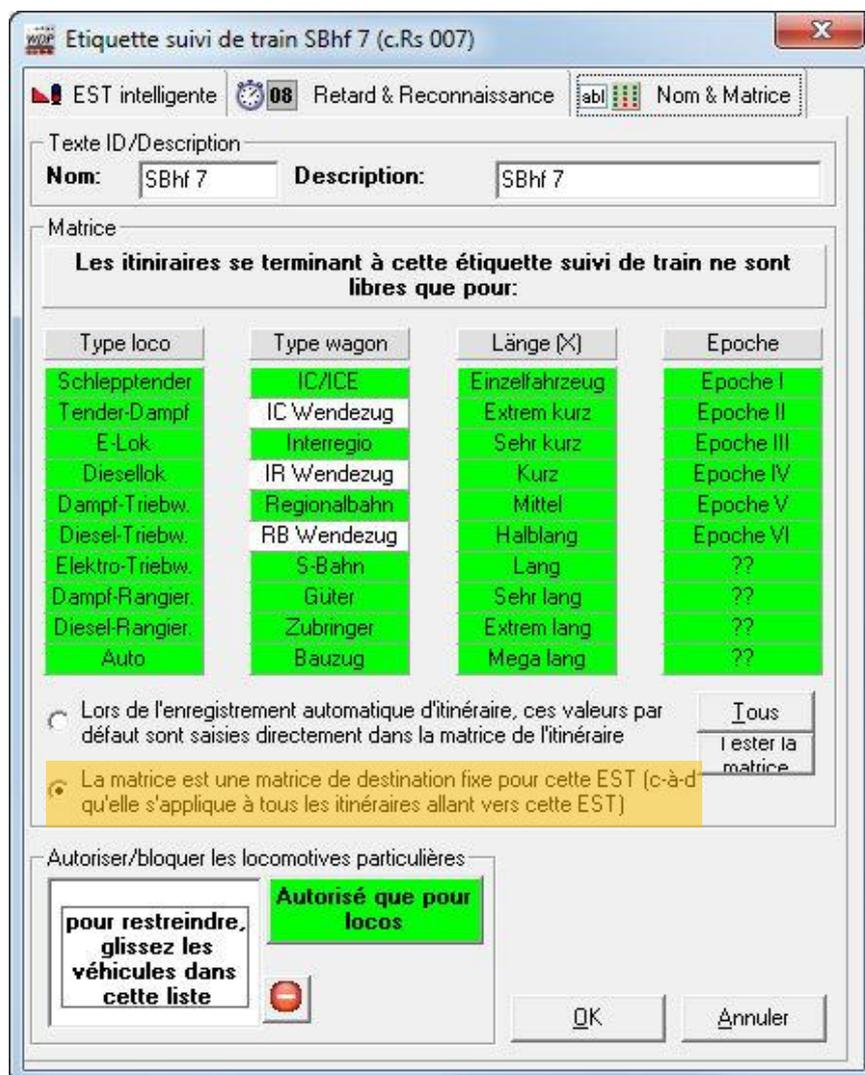

Fig. 30
1. Seules les ESTi peuvent être utilisées. Toutes les longueurs des contacts RS doivent être saisies, et l'option matrice destination fixe doit être sélectionnée (Fig. 30 option surlignée en jaune). Les blocages ou les autorisations de locomotives particulières doivent aussi être saisis dans les ESTi. Si la voie dans le RTF-CGC est utilisée dans les deux directions, alors les ESTi doivent également être configurées pour les deux directions.